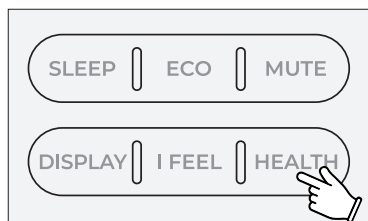

Рисунок 2
3. Кнопками и установите необходимое время через которое кондиционер отключится (см. рисунок 2).
3. Кнопками и установите необходимое время через которое кондиционер включится (см. рисунок 2).